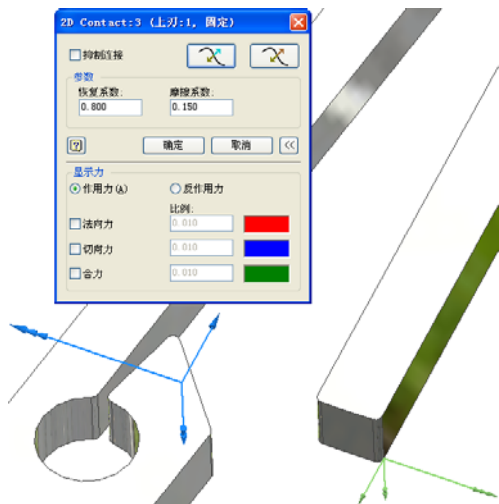

图 13-24 编辑二维接触特性
(4) 系统打开二维接触特性对话框，如图 13-24 所示，这时刚刚建立的二维接触连接的坐标系又显示在零件上，由于上下刀在底端部接触碰撞后弹开，分别将剪刀上下刀的 Z 轴方向背向，这时可以拖动剪刀上刀使其运动接触下刀后会弹开，二维接触插入完成。